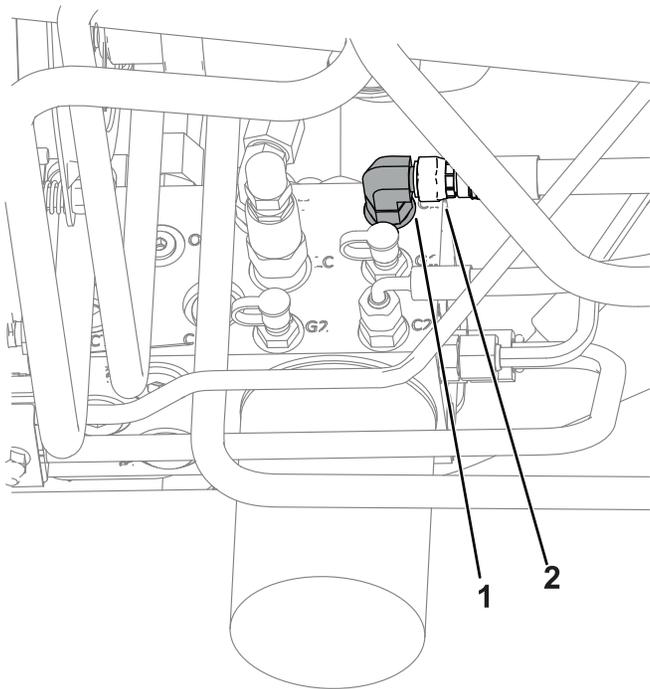

Figure 6
2. Débranchez le raccordement de flexible du raccord situé dans l'orifice C1 (Figure 6).